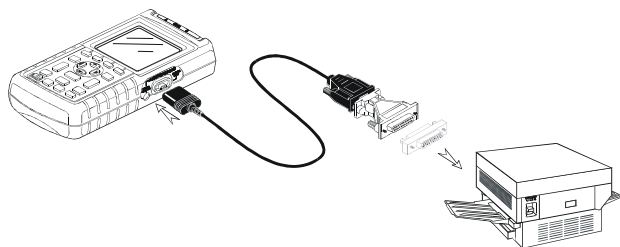

Figura 1-22. Conexión a una impresora en serie
- El Cable/Adaptador de RS-232 optoaislado (PM9080), para conectar una impresora en serie al PUERTO ÓPTICO del instrumento de medida. Consulte la figura 1-22.